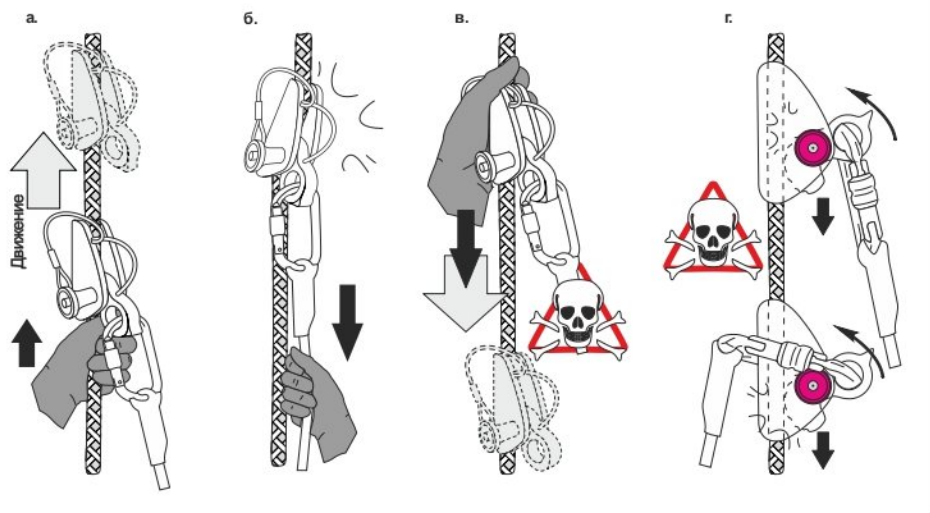

Рис. 5. Применение. Ограничения при эксплуатации
Принципиально важно для безопасного использования системы канатного доступа, чтобы пользователь был всегда присоединен к двум канатам (рабочему и страховочному) без какого-либо их провисания или провисания соединительных подсистем (рис. 5, а).
Устройство позиционирования «Промальп» предназначено для организации подъема пользователя массой до 150 кг, также может применяться для подъема грузов в системах полиспастов (рис. 5, а, б).
**Внимание!** Запрещается использовать зажим для страховки с возможностью динамического рыска или для подема/фиксации груза массой более 400 кг (рис. 5, в, г).